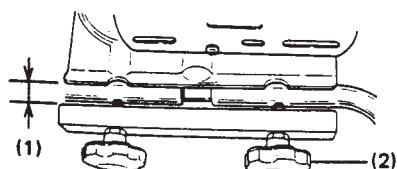

Fig. 1
- 1) Lossa de fyra rattarna som håller fast hand-handtagsstängerna ungefär en tum och fäll ut bågge handtagsstängerna. Om de lossas för mycket ramlas rattarna av. (Fig. 1)